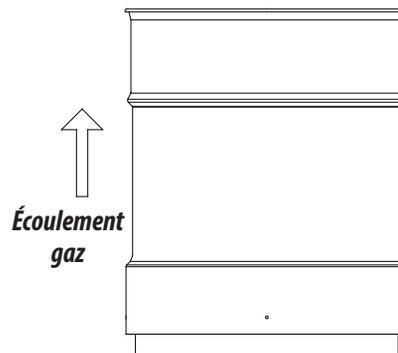

Figure 14 - Adaptateur FEMELLE
- III- L'adaptateur Femelle permet de raccorder le conduit flexible au conduit rigide. Son côté supérieur a un évasement borduré, et son côté inférieur a deux parois dont celle de l'extérieure a des trous de passage à vis (Figure 14). Il est installé au haut de la longueur flexible.